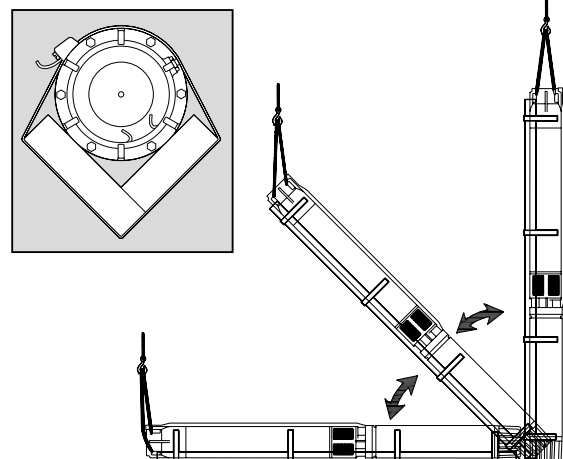

fig. 6
- **Si le groupe, après assemblage, dépasse la longueur de 180 cm il est indispensable d'utiliser un support auxiliaire pour procéder à ses déplacements horizontaux ou pour le soulever en position verticale afin d'éviter les dommages pouvant résulter d'une contrainte de flexion excessive (fig. 6).**